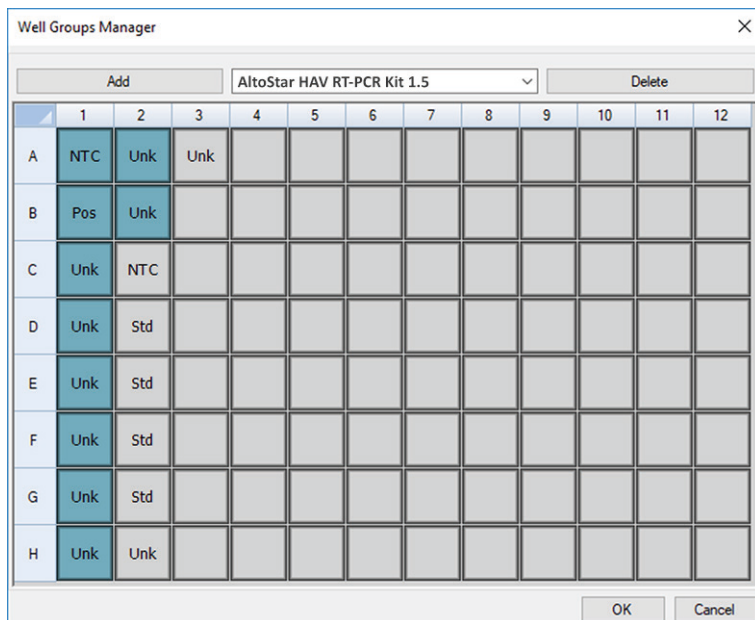

Figura 3: Cuadro de diálogo Well Groups Manager (gestor de grupos de pocillos)
2. En el cuadro de diálogo Plate Editor (editor de placa), haga clic en **Well Groups...** (grupos de pocillos...) en la barra de herramientas. Se muestra el cuadro de diálogo Well Groups Manager (gestor de grupos de pocillos) (consulte la figura 3).
5. Seleccione todos los pocillos en el área de la PCR plate (placa PCR) que pertenezcan al primer ensayo (consulte la figura 3). Los pocillos que pertenecen a un ensayo individual pueden identificarse en el cuadro de diálogo Plate Editor (editor de placa) mediante la entrada del campo **Biological Set** (conjunto biológico).